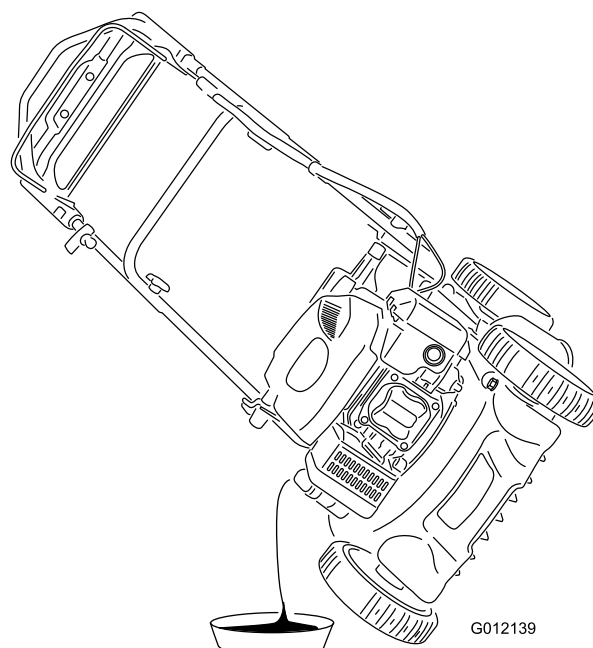

Figura 20
4. Inclinate la tosaerba sul fianco, con l'asta di livello in basso, per vuotare l'olio usato attraverso il tubo di riempimento nella bacinella di spurgo (Figura 20).